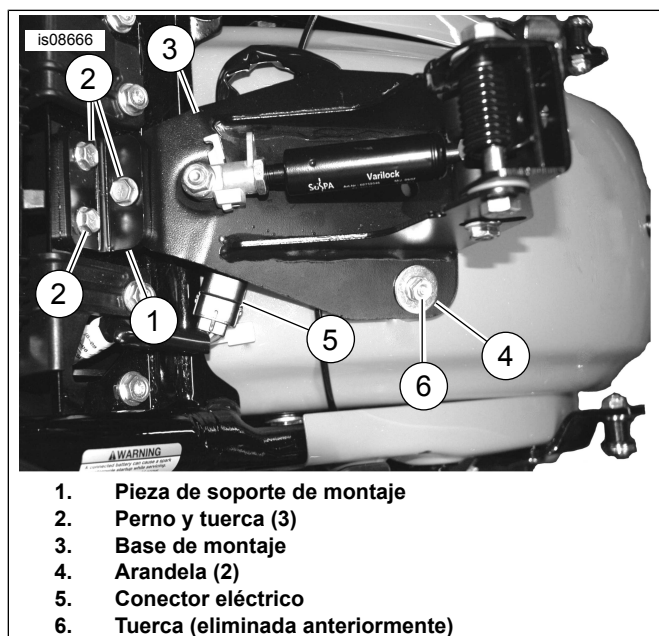
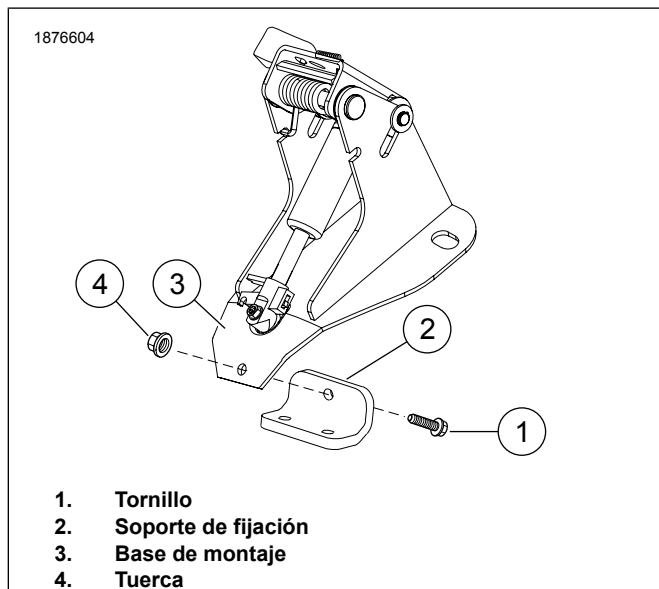

Figura 6. Instale la pieza de soporte del respaldo
Figura 7. Opción de instalación alternativa para el soporte de montaje
6. Vea la Figura 6. Fije el soporte de montaje (1) en su lugar e instale los tornillos y las tuercas (2) como se muestra. Deje flojos los sujetadores. Verifique que el conector eléctrico se mueva libremente.
a. Vea la Figura 6 y la Figura 7. Si el conector eléctrico (5) hace contacto con la base de montaje (3), mueva el soporte de montaje (1) detrás de la base de montaje (3).
b. Coloque el tornillo y la tuerca (4).
7. Instale las arandelas (4) y las tuercas (6). Ajuste.